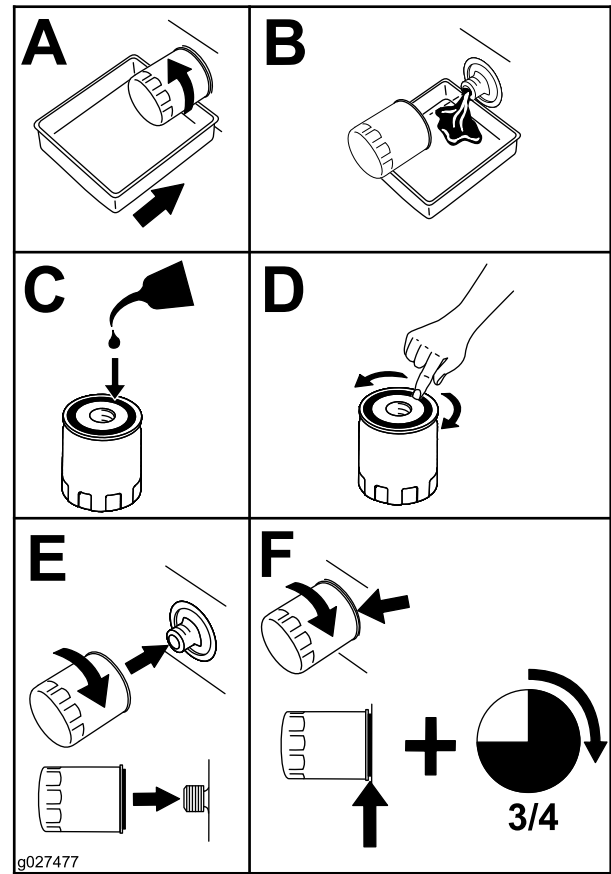

Figura 46
2. Cambie el filtro de aceite del motor (Figura 46).